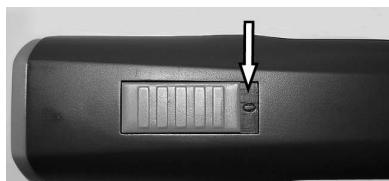

Fig. 4 Kontakt i OFF-position ("0")
- Kontroller klipperens kontakter (1) og batteriet (2) for fremmedlegemer og forurening.
- Kontroller, at kontakten på klipperen er i OFF-position ("0") (fig. 4).
- Sæt batteriet (2) ind i klipperen (3), indtil batteri-interlock'en (1) har fat på begge sider.
- Sæt klipperen inklusiv batteri (1) eller reservebatteri (2) ovenfra og uden vold ned i opladerfordybningen på opladerstationen.
- Batteri oplader. Kontrollyset lyser rødt (3) under opladningen. Så snart batteriet er opladet 90%, skifter det grønne kontrollys til grønt og opladeren skifter til flydende opladning.
1. Sæt kontakten i position "0" (fig. 4).
2. Skub batteri-interlock'en (2) på begge side indad, og træk batteriet (1) ud af klipperen.
1. Sæt kontakten i position "0" (fig.4).